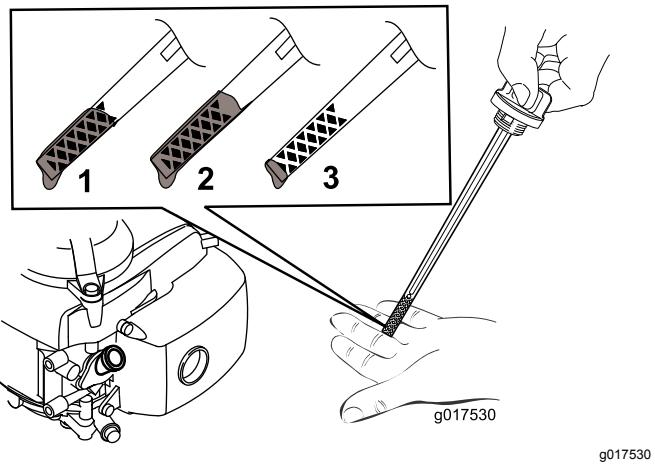

Bild 10
2. Entfernen Sie den Peilstab, indem Sie den Deckel nach links drehen und herausziehen (Bild 10).
5. Lesen Sie den Ölstand am Peilstab ab. (Bild 10)
- Wenn der Ölstand am Peilstab zu niedrig ist (Bild 10), füllen Sie langsam etwas mehrbereichs Mineralöl des Typs SAE 10W-30 mit der Klassifizierung SJ oder
- Wenn der Ölstand am Peilstab zu hoch ist (Bild 10), lassen Sie Öl ab, bis der Ölstand am Peilstab richtig ist, siehe Wechseln des Motoröls \(Seite 17\).